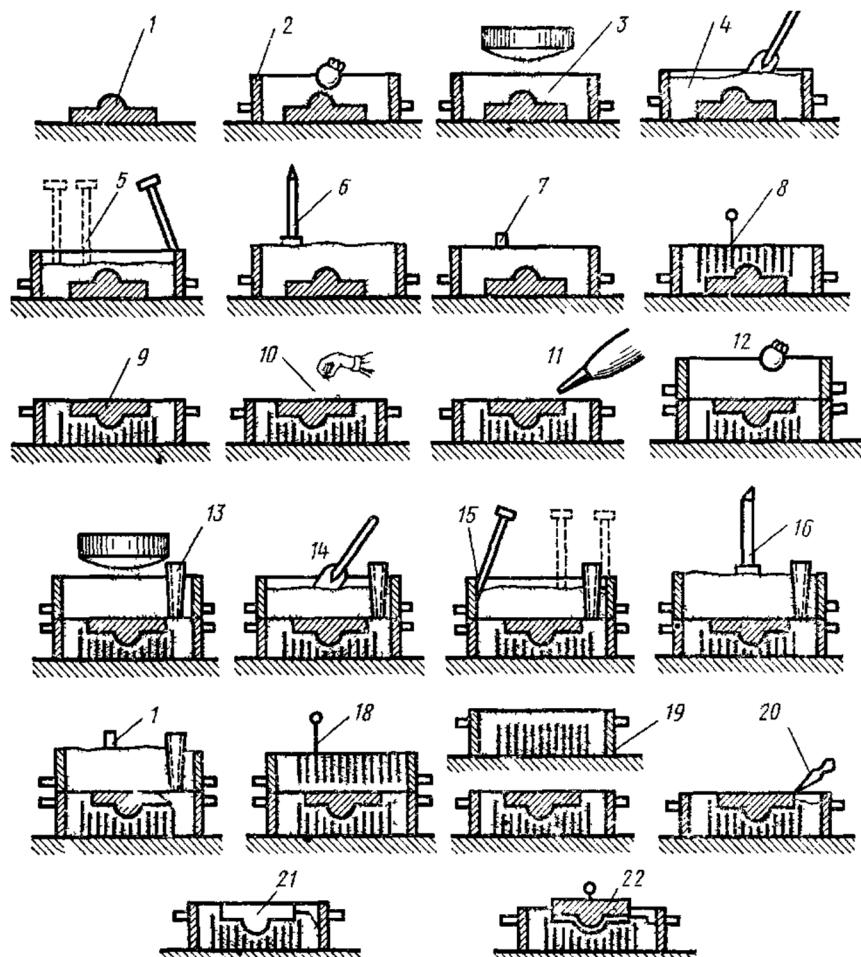

Рисунок 3 - Изготовление формы в двух опоках по неразъемной модели
*Форму в двух опоках по неразъемной модели* (т. е. верхнюю и нижнюю полуформы) готовят в такой последовательности (рисунок 3).